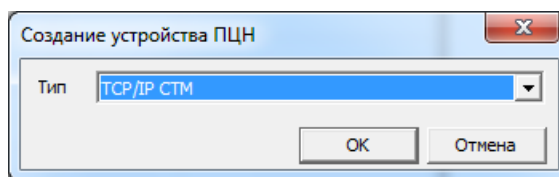

Рис. 7.3. Окно *Создание устройства ПЦН*
3. В открывшемся окне *Создание устройства ПЦН* в раскрывающемся списке *Тип* выберите *TCP/IP STM* и нажмите кнопку *OK* (рис. 7.3).